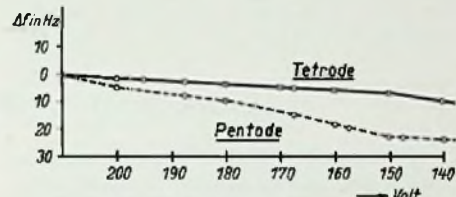

Bild 4. Frequenzänderung durch gleichzeitige Spannungsvariation an der Anode und am Schirmgitter bei einer Röhre EF 14
Zugabe geschnittene Stücke Flachkabel und verbindet ihre Enden gemäß Bild 4 miteinander und untereinander. Zwei Kapazitäten überbrücken die Parallelverbindungen. Eine Kapazität besteht aus einem festen Keramik-Kondensator von 15 bis 20 pF, die andere ist etwa zwischen 5 und 50 pF veränderlich.
**Bild 4.** Aufbau einer abstimm-baren Stichleitung. Die Kreuze bezeichnen die Lötstellen. Alle Teile sind der Deutlichkeit halber weit auseinandergezogen gezeichnet. In der praktischen Ausführung müssen Stichleitung und Antennenkabel eng gepackt aufeinander liegen
Die Behauptung, der ECO-Oszillator sei unempfindlich gegenüber Anodenspannungsschwankungen, stammt aus der Zeit der Tetrode. Nur bei Verwendung einer Tetrode läßt sich eine gewisse Kompensationswirkung beobachten, wenn Anodenspannung und Schirmgitterspannung aus einer Spannungsquelle entnommen werden. Die Erniedrigung der Schirmgitterspannung muß dann über einen Vorwiderstand erfolgen. Bild 4 zeigt die Einwirkung der Anodenspannungsänderung bei Verwendung der EF 14 als Pentode und als Tetrode. Verwendet man eine Pentode, bei der Gitter 3 einwandfrei auf Nullpotential liegt, oder ändert man nur eine Spannung allein, so kann von einer ausreichenden Kompensationswirkung keine Rede sein. Der Einfluß der Spannungsänderung ist dann zwar immer noch geringer als bei einer Dreipunktschaltung, aber nicht genügend, um die Stabilisierung der Anodenspannung wegfällen lassen zu können.